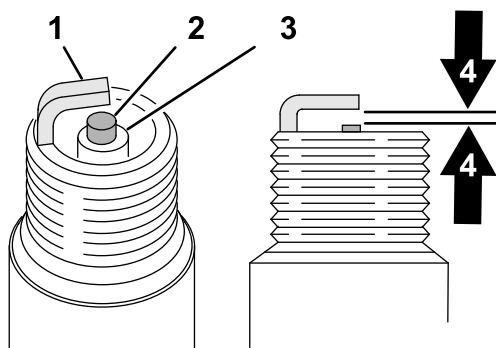

図 154
1. 中央の電極部を観察する 図 154。絶縁体部がうす茶色や灰色なら適正、碍子が黒くなっているのは不完全燃焼であるエアクリーナの汚れが原因であることが多い。